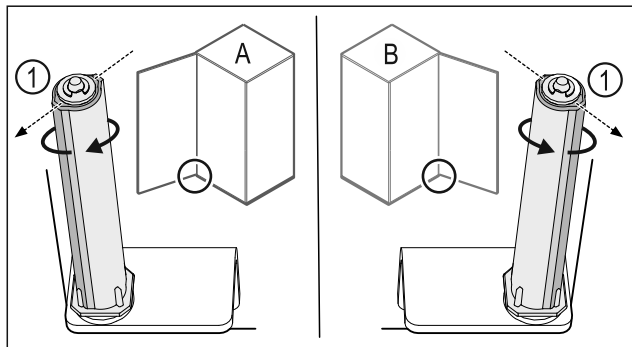

Fig. 39 Butée gauche (A) / butée droite (B)
- Tourner le système de fermeture contre la résistance jusqu'à ce que l'arête du système de fermeture Fig. 39 (1) soit tournée vers l'extérieur.